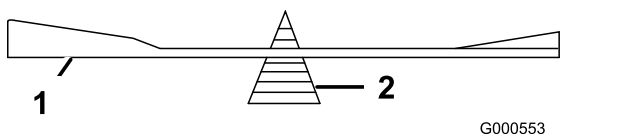

Рисунок 63
2. Проверьте балансировку ножа с помощью балансировочного устройства для ножей (Рисунок 63).